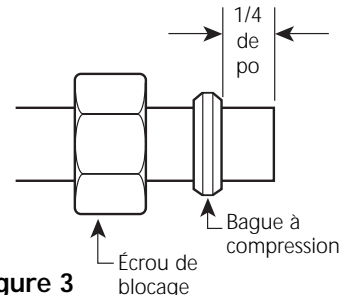

Figure 3
5. Glisser un écrou sur chaque extrémité du tuyau coupé, son petit côté en premier. Glisser ensuite les bagues à compression en laiton (une sur chaque extrémité du tuyau coupé). Glisser les bagues à compression en laiton jusqu'à 1/4 de pouce de chaque extrémité du tuyau coupé (voir la Figure 3).